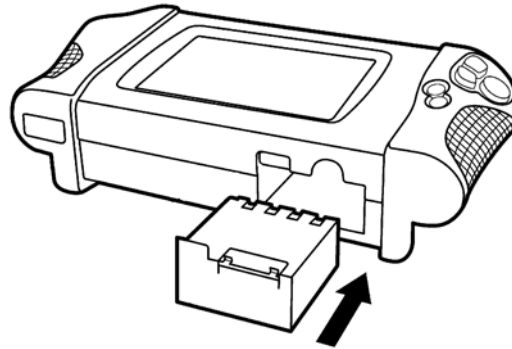

Abbildung 3-5 Akku-Steckplatz
- Setzen Sie den Akku in das dafür vorgesehene Fach am Boden Ihres Gerätes nahe dem rechten Handgriff (Abbildung 3-5) ein.